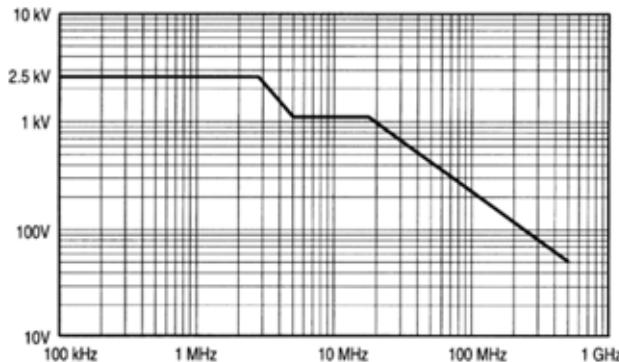

图 7.1. 下降曲线实例。实际值和范围会随特定产品而变化。
- 为避免 RF(射频)灼伤, 在导线连接到高于 RF 灼伤风险规定的电压和频率极限的信号源时(参见图 7.1 额定值下降曲线实例), 不要处理探头引线。